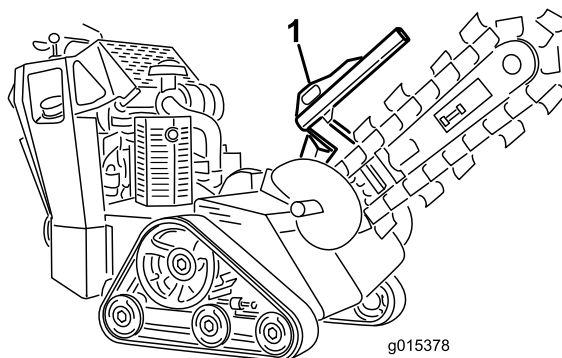
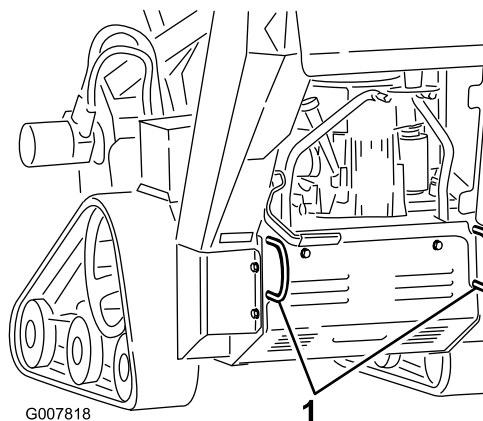

Bild 22
Bild 23
3. Befestigen Sie Ketten oder Riemen an den Vergurtungsstellen bzw. Hebelaschen vorne und hinten an der Maschine, um die Maschine am Anhänger zu befestigen (Bild 22 and Bild 23). Halten Sie die örtlichen Vorschriften für Anhänger und Vergurtung ein.
Sie können die Maschine mit den Vergurtungs- und Hebeschlaufen als Hebestellen hochheben (Bild 22 und Bild 23).